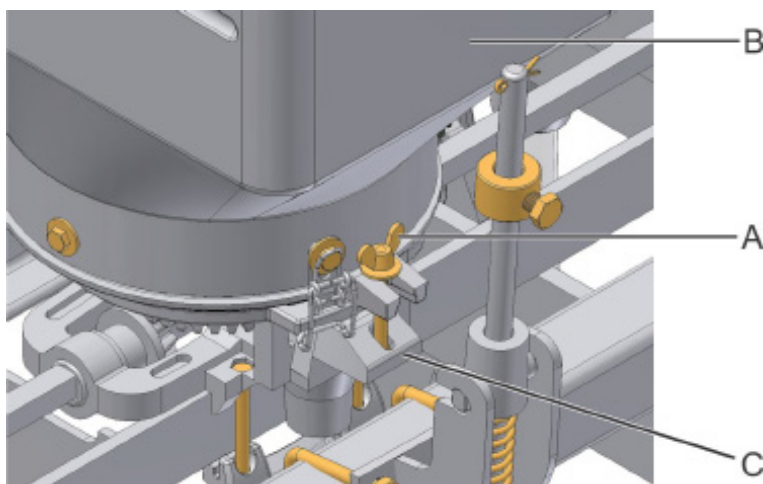
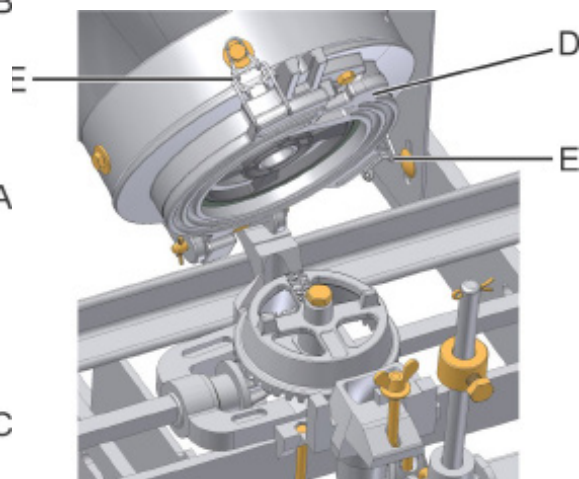

fig. 12
fig. 13
Para realizar el chequeo o cambio de los discos, afloje la tuerca mariposa (A) (fig. 12), disloque el tornillo de la base soporte (C), gire y suspenda el depósito (B), voltee al contrario el depósito y retire el plato (D) (fig. 13) soltando las presillas (E). Después de realizar el montaje correcto del disco, girarlo con la mano para verificar, si el mismo está girando libremente.